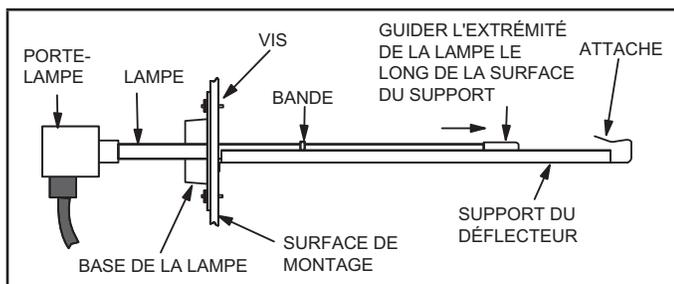

FIGURE 9. Guidage de la lampe dans le déflecteur de protection
- 4 - Veillez à ne pas déplacer la bande située au centre de la lampe. Insérez le support de lampe assemblé dans la base de la lampe. **Si un déflecteur de protection de la lampe est utilisé**, assurez-vous que l'extrémité de la lampe passe dans l'ouverture du déflecteur et s'enclenche dans son attache (voir figure 9).